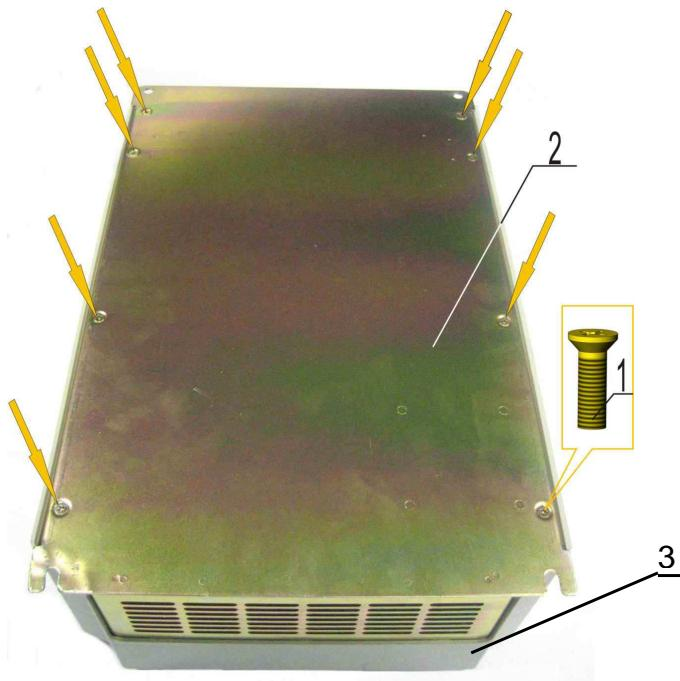

Рис. 7.6
- 7.4.2. Установить на нижнюю часть корпуса 3 основание 2 (рис. 7.6).
7.4.3. Вкрутить восемь винтов 1 в основание корпуса 2 (рис. 7.6).